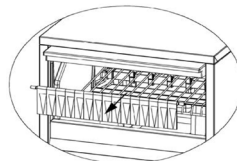

Figura 1
2. Añada líquido limpiador de caja de agua (quitar la cortina de hielo de plástico y vierta el líquido a través de la parrilla de metal) (Figura 1).